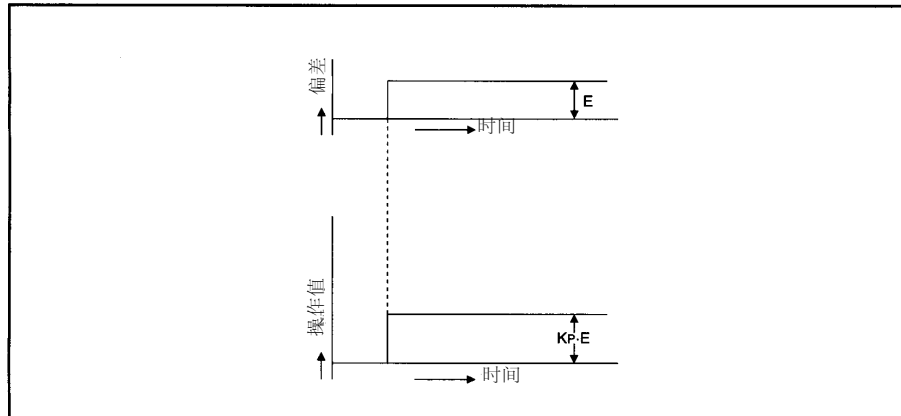

图. 1.8 阶跃响应的比例控制
- (3) 当误差值是常数时, 阶跃响应的比例控制如图 1.8 所示。
- (4) 操作值在 -5.0% 与 105.0% 之间变化。随着 K_p 的增加, 对相同误差的操作值变大, 控制的修正作用增强。
- (5) 比例控制会产生一个偏置 (保持偏离)